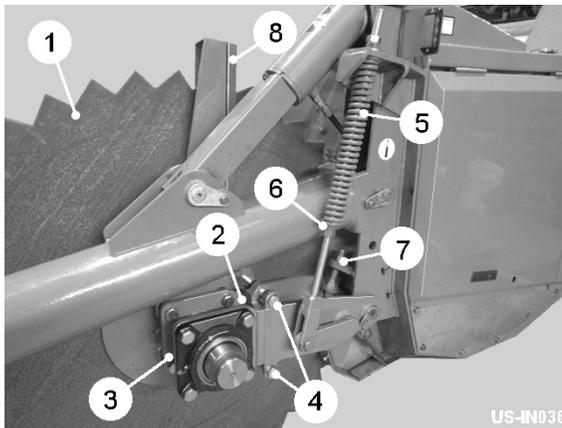

Fig 8
Die Scheiben (item 1, fig 8) schneiden und enthalten die Erde, während das Füttern davon über den Anteilen auf den Sternen. Die Scheibenweite wird verstellt, indem man die zwei Schrauben (item 2, fig 8) lockert, und stellt den Scheibeneinbau auf, (item 3, fig 8) das Benutzen der Ausgleicher (item 4, fig 8). Der Druck der Scheiben wird auf den Frühlingsen (item 5, fig 8) bestimmt. Der Frühlingsdruck sollte genügend sein, die Scheibendrehung in der Erde zu behalten während zum gleichen Zeitpunkt erlauben Sie ihm, sich über irgendeinem Blockieren aufwärts zu erheben. Frühlingsdruck (item 6, fig 8) wird von den unterst Frühlingsstabsnüssen verwandelt. Maximale Scheibenhöhe wird vom Tiefenhalt beschränkt (item 7, fig 8)
Scheibenspachteln sollten (item 8, fig 8) nah auf die Scheibe eingestellt werden.. Stellen Sie die Spachteln bis von der Scheibenoberfläche und retighten einfach frei auf.